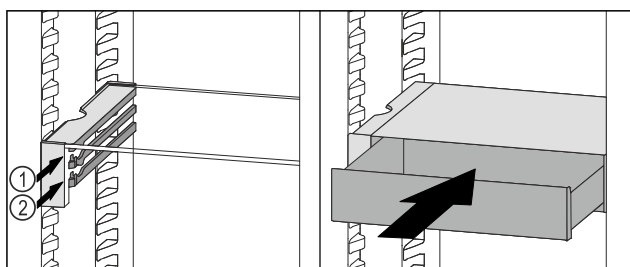

Fig. 70
- ▶ Nasaďte zásuvku VarioSafe za zářezky na požadovaném žebro Fig. 70 (1) nebo Fig. 70 (2).